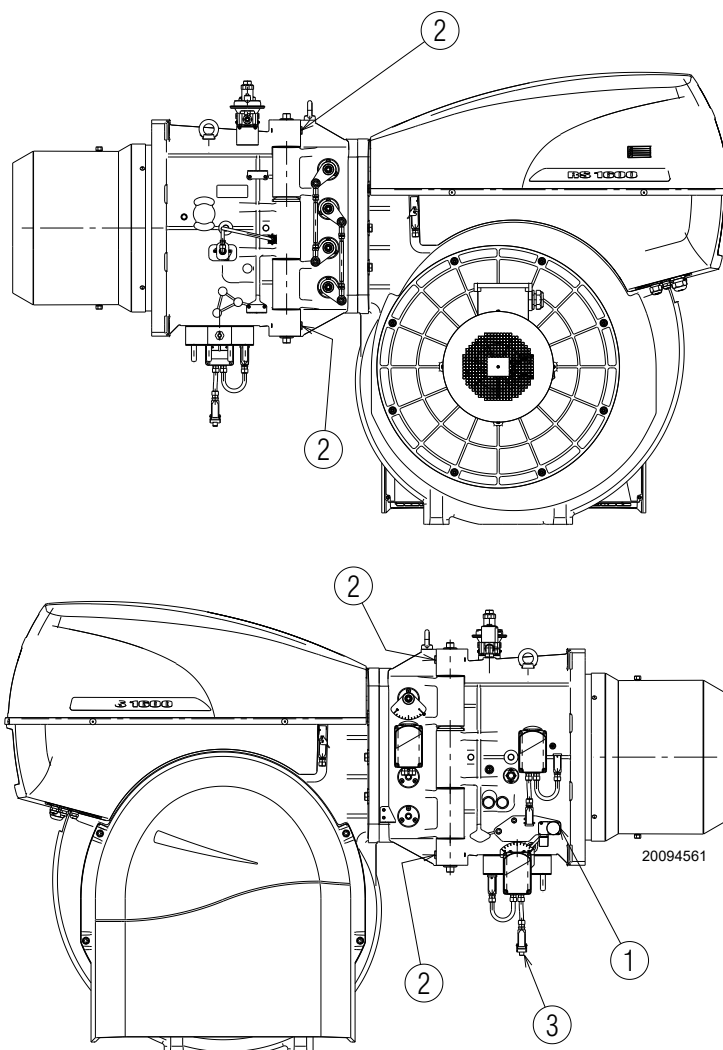

Fig. 36
- Enlever le raccordement du pressostat gaz 1)(Fig. 36).